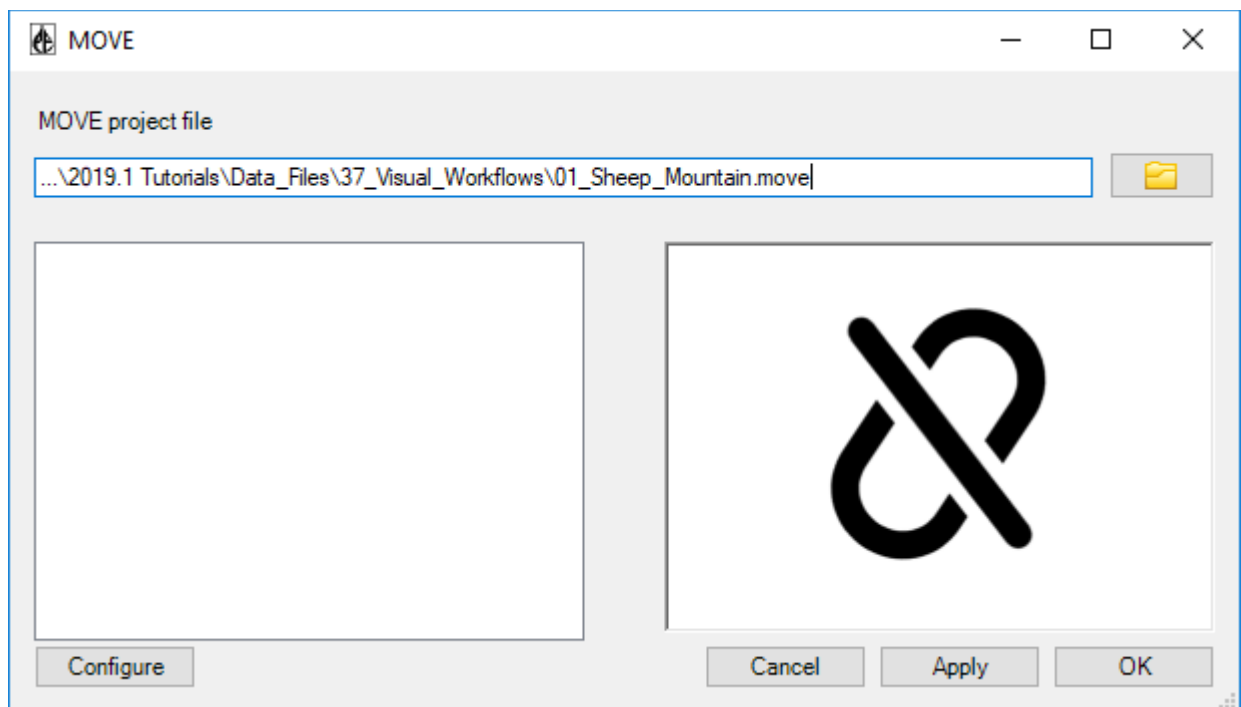

Рисунок 5: Вікно *MOVE* із *01_Sheep_Mountain.move*, введеним як файл проекту *MOVE*.
16. Двічі клацніть екземпляр *MOVE*, який було створено у вікні *RESOLVE*. З'явиться вікно під назвою *MOVE* (Рис. 5).